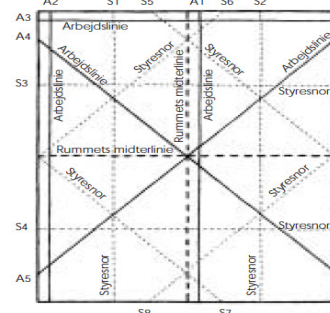

Fig. 2: Afhængig af gulvmønster vil arbejdslinjer og styresnore skulle opmåles og afsættes forskelligt orienteret i rummet.
**Start:** Et NOVEGO sildeben lægges normalt symmetrisk i forhold til rumets midterlinje(r). Start med at bestemme mønstretningen. Find og afsæt rummets midterlinje(r) på undergulvet til modstående væg midte. Ud fra midterlinjen afsættes arbejdslinjen med udspændt snor. Arbejdslinjen bruges til lægning af 1. række i mønstret og bør følge en stavkant eller et forløb i mønstret evt. et stavhjørne. Se fig. 2. Ved sildeben arbejdes der enten med lægning fra midten af rummet og ud mod væggene, eller der lægges fra væg mod væg. Anvend et land eller skabelon til styring af 1. stavrække i sildeben.
Skabelon eller land skrues fast til undergulvet præcist rettet ind efter arbejdslinjen. Når den første række er lagt, og har opnået fuld binding, afmonteres skabelonen eller land. Styresnore vist på fig. 2 vil i praksis ofte skulle suppleres med flere, parallelforbundne styresnore efter behov.